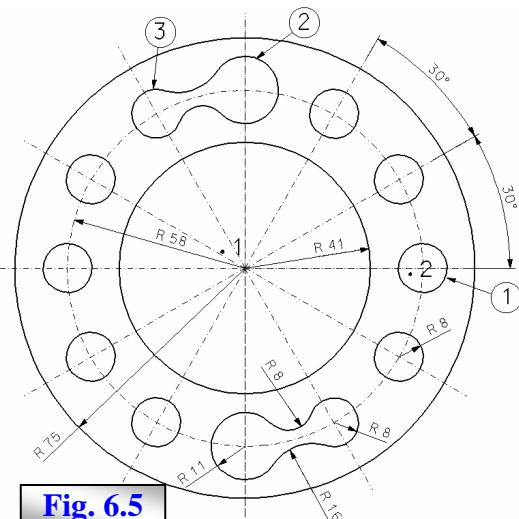

Fig. 6.5
DESENAREA UNEI PIESE CIRCULARE, FIG. 6.5
8. Dimensionări radiale și unghiulare, fig. 6.5